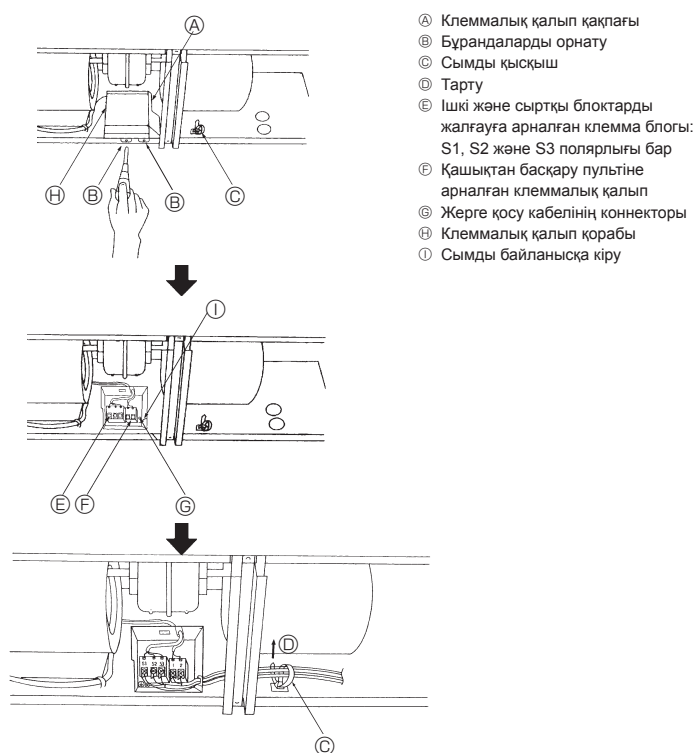

Fig. 6-1
6.1. Электр сымдар жүйесі (Fig. 6-1)